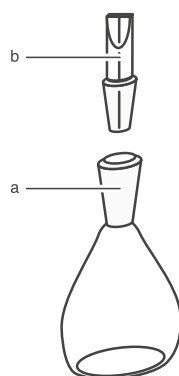

Abbildung 1.2: Versuchsaufbau zur Dichtebestimmung an Flüssigkeiten mit dem Pyknometer.
Der Versuchsaufbau ist in Fig. 1.2 dargestellt.
- Pyknometer *a* (Fig. 1.2) bis zum unteren Drittel des Glasschliffes mit destilliertem Wasser auffüllen, Luftblasen entweichen lassen, Stopfen *b* (Fig. 1.2) vorsichtig aufsetzen und das durch die Bohrung austretende Wasser sorgfältig abwischen. Die Durchbohrung muss abschliessend bis oben gefüllt sein.